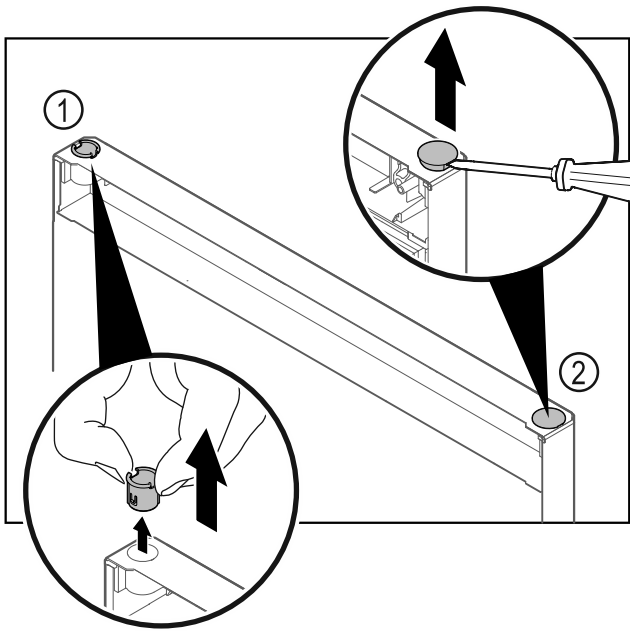

Fig. 40 Πόρτα τμήματος κατάψυξης
- Τραβήξτε έξω την υποδοχή μεντεσέ Fig. 40 (1) με τα δάχτυλα.
- Ανασηκώστε προσεκτικά την τάπα Fig. 40 (2) με ένα ίσιο κατσαβίδι και τραβήξτε την έξω.